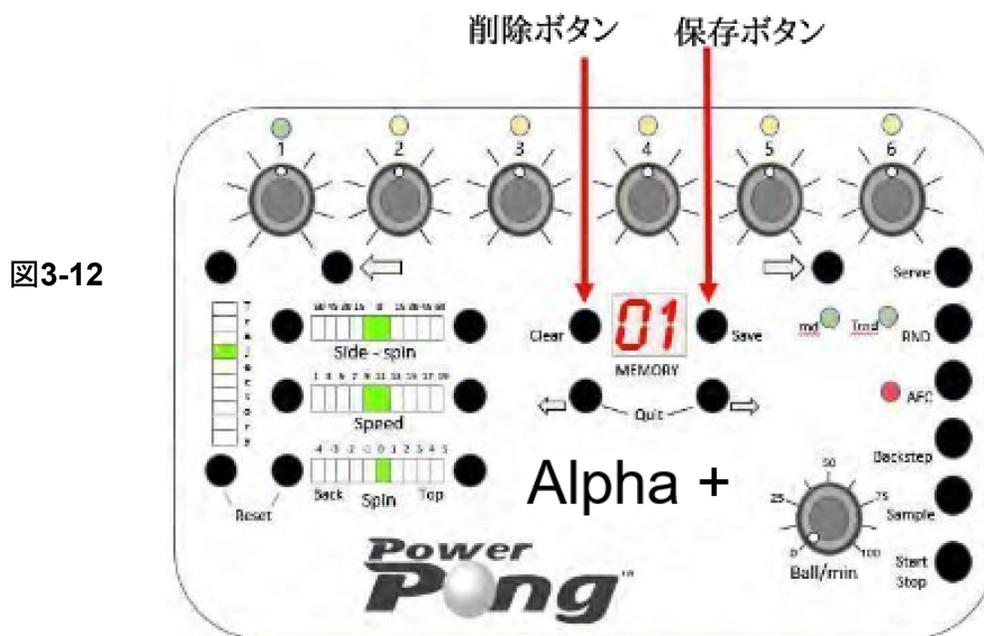

図3-12
3.4.4 削除ボタン(図 3-12)
3.4.5 保存ボタン(図 3-12)